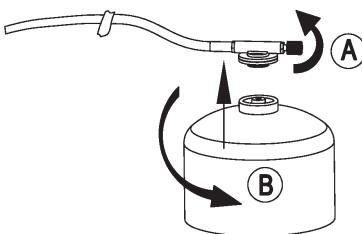

Figura 1
**DE CONECTAR EL CARTUCHO DE GAS (FIGURA 1, PÁGINA 29)**
**FR** (1) Como se muestra en **Figura 1-A**, gire el botón giratorio ⑪ en el sentido de las agujas del reloj hasta el tope (la flecha apunta a "+") para cerrar la conexión de gas.
**NL** (2) Verificar el estado del anillo de estanqueidad ⑤. Si el anillo de sellado está dañado, desgastado o falta, no use el dispositivo y comuníquese con un distribuidor para reemplazar el anillo de sellado.
**FI** (3) Atornille el cartucho de gas (en sentido antihorario) y el conector de gas combustible firmemente como se muestra en **Figura 1-B**.
**DK** (4) Coloque la parrilla de gas y el cartucho de gas en la misma superficie sólida y asegúrese de que la línea de gas flexible esté alejada de la parrilla de gas (llama).